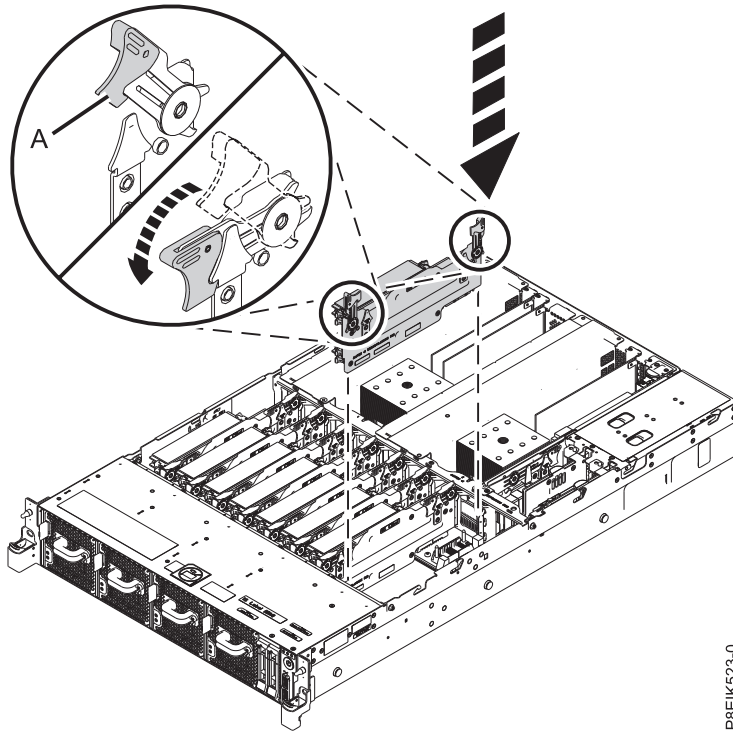

Figura 94. Sustitución de una tarjeta de expansión de memoria en el sistema
- a. Asegúrese de que los pestillos de liberación estén abiertos formando ángulo de 60 grados tal como se muestra en la Figura 94 en la página 80.
- d. Presione los mecanismos de cierre para que queden cerrados. Consulte (A) en la Figura 94 en la página 80.